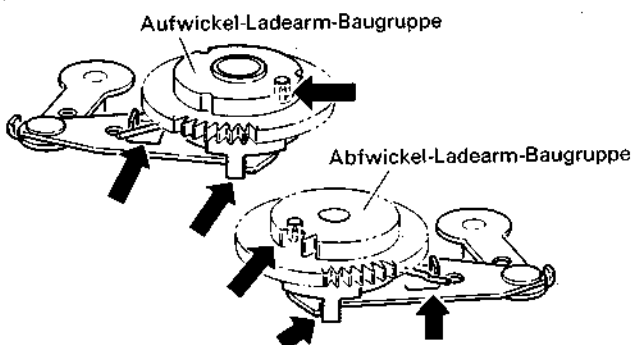

Abb. 1-3-1 Ladearm-Baugruppe (1)
1. Die Ladearm-Baugruppe richtig einsetzen, wie in Abb. 1-3-1 gezeigt.